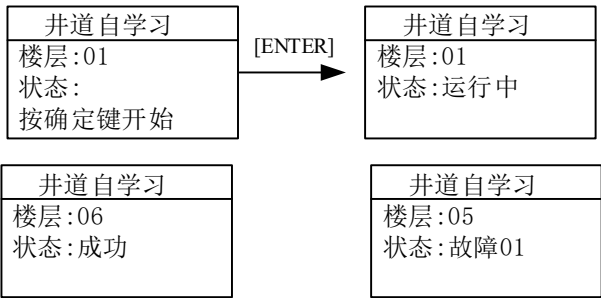

图 4.12 井道自学习操作流程示意图
3. 使电梯进入紧急电动运行状态，使用操作器或、电梯专家或者小键盘触发井道自学习，以下以操作器为例进入自学习菜单，按菜单提示操作，如图 4.12 所示：